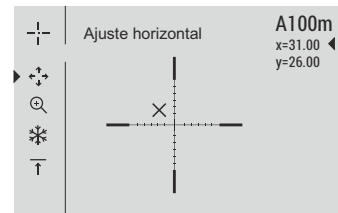

Fig.4
- Si el punto de impacto no coincide con el punto de mira (centro de la retícula del visor), mantenga pulsado el botón **M (4)** para entrar al menú principal.
- Una cruz auxiliar  $\times$ , aparece en el centro de la pantalla y las coordenadas de la cruz auxiliar X e Y aparecen en la esquina derecha superior (véase la Fig. 4).
- Cambie entre las direcciones de movimiento de la cruz auxiliar, de horizontal a vertical, pulsando brevemente el botón **M (4)**.